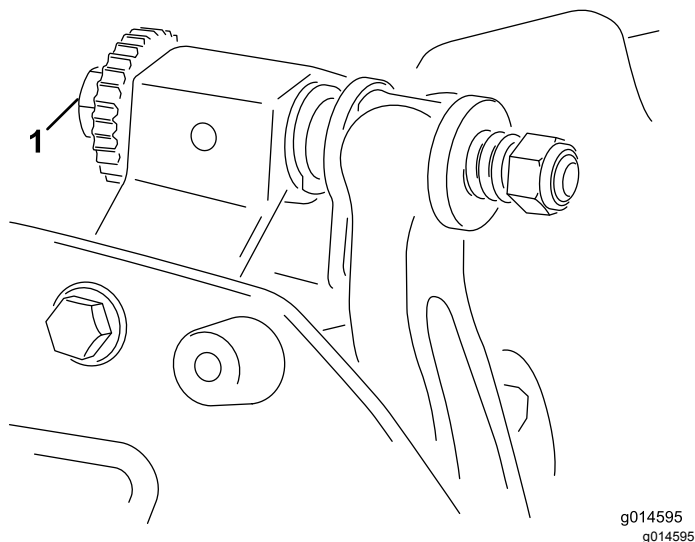

图9
- 如果接触不明显则顺时针旋转底刀架调节螺丝 **图9** 一次调整一格直到感觉到并听到轻微的接触。
- 向右转动底刀架调节螺丝图9通过左右滑动薄垫片直至感到薄垫片上存在轻微的压力。取出薄垫片。